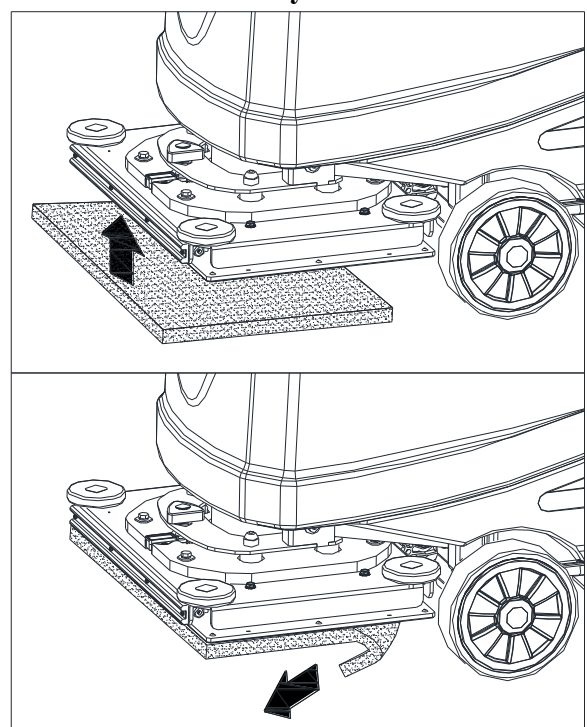

Рисунок 5.1
1. Поднимите настил нажатием переключателя (46).
2. Установите или извлеките подкладку (А. Рисунок 5.1)